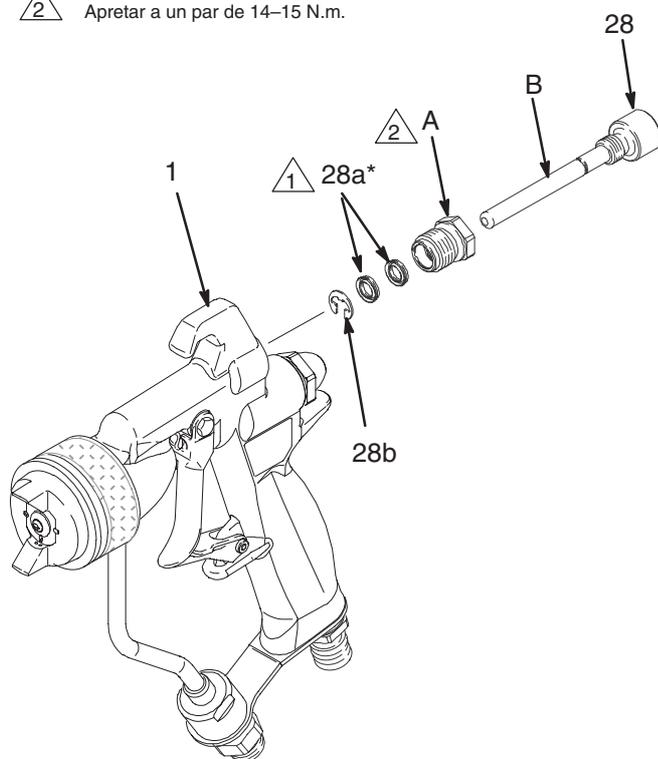

Fig. 19
2. Desenrosque la tuerca prensaestopas de la válvula del abanico (A) desde la parte trasera del cuerpo de la pistola (1). Deslice el conjunto de la válvula de abanico (28) fuera del cuerpo de la pistola. Vea la Fig. 19.
3. Retire el anillo de retención (28b) del eje de la válvula de abanico (B). Retire cuidadosamente las dos copelas en U (28a) de la tuerca de empaquetadura (A). Tenga cuidado de no dañar las superficies de sellado de la ranura de la empaquetadura.
4. Instale las copelas en U (28a*) en la tuerca prensaestopas (A) con los bordes de las copelas en U dirigidas en dirección contraria a la tuerca prensaestopas, hacia el cuerpo de la pistola (1).
5. Vuelva a instalar el conjunto de la válvula de abanico (28) en el cuerpo de la pistola (1). Enrosque la tuerca prensaestopas (A) en el cuerpo de la pistola. Apriete a un par de 14–15 N.m.
- 1 Los bordes están dirigidos en dirección contraria a la tuerca, hacia el cuerpo de la pistola (1).